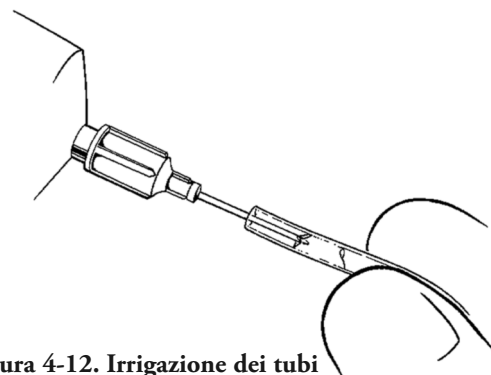

Figura 4-12. Irrigazione dei tubi
2. Irrigare i tubi dei cilindri (**Figura 4-12**).